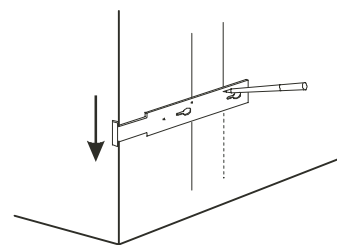

Рис. 14
- 1 С помощью монтажного шаблона начертите с двух сторон две вертикальные линии, как показано на рис. 14.